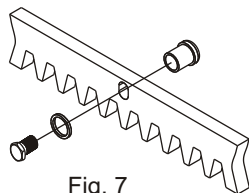

Fig. 7
5.2. Préparer la crémaillère en fixant les entretoises à l'aide des boulons celles-ci doivent être bloquées en position haute des trous oblongs (Fig. 7);